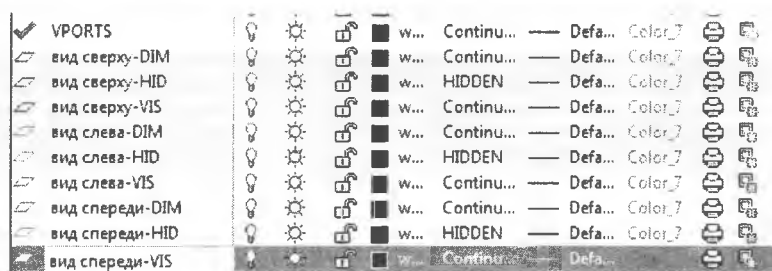

Рисунок 10.13
10.10. Далее обратимся к окну **Layer Properties Manager** (рис. 10.13):